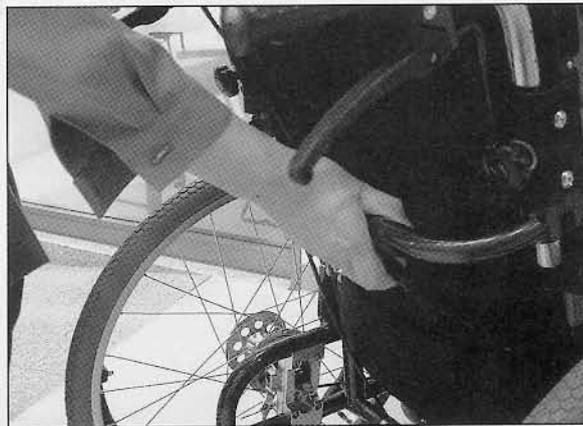

図2
- リクライニングレバー（図2参照）を解除して、背もたれを起こしたり、折りたたむことが可能か